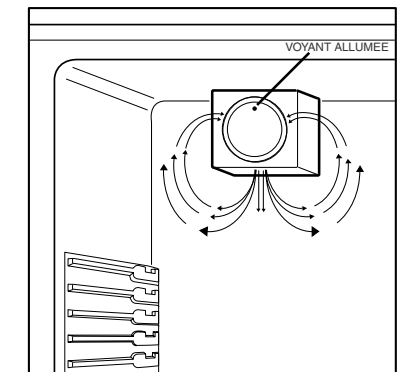

Fig. 1
- L' A.S.P. est spécialement approprié lorsque vous avez introduit une grande quantité d'aliments dans le compartiment réfrigérateur et par temps chaud (Température ambiante supérieure à 28° C). Pour actionner le brassage de l'air, appuyez sur la touche de fonction (C) jusqu'à ce que apparaisse  ; le voyant vert (fig. 1) s'allume indiquant que la fonction ASP est active. Veillez à ne pas placer d'aliments devant ce dispositif, ce qui aurait pour effet de diminuer le brassage de l'air.